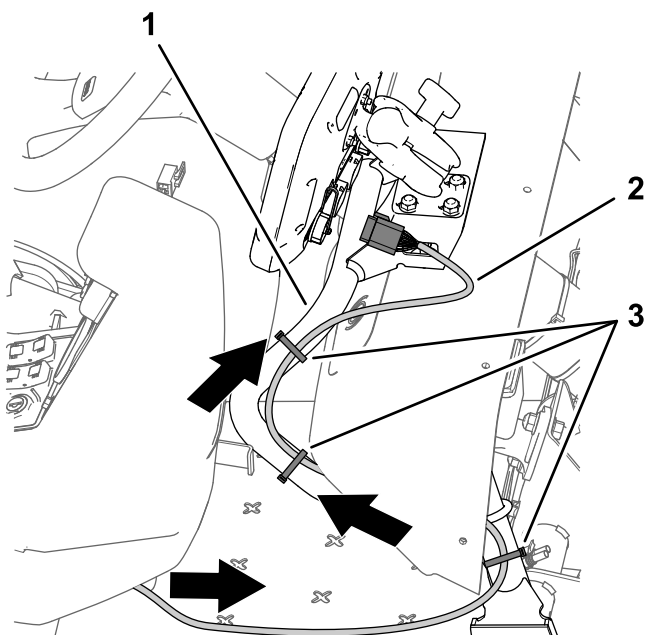

Figura 204
1. Disponete la diramazione di 220 cm del cablaggio dati (la diramazione del cablaggio con il connettore a 26 prese) in avanti e sotto la plancia (Figura 204).
2. Disponete la diramazione di 220 cm del cablaggio dati lungo il tubo di supporto del monitor (Figura 204)..
4. Assicuratevi che la diramazione di 220 cm del cablaggio dati sia abbastanza lunga da consentire all'operatore dell'irroratrice di regolare la posizione del monitor e fissare il cablaggio al tubo di supporto per il monitor con fascette per cavi, come illustrato nella Figura 204.